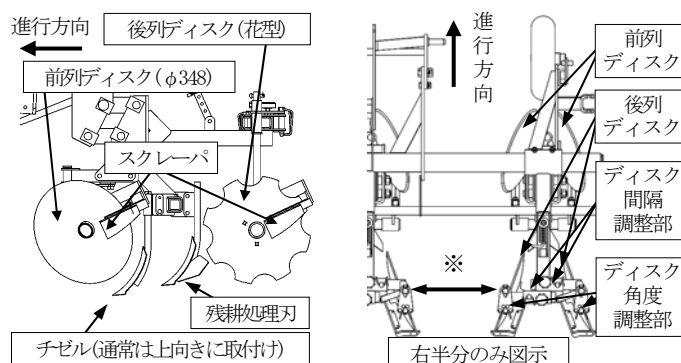
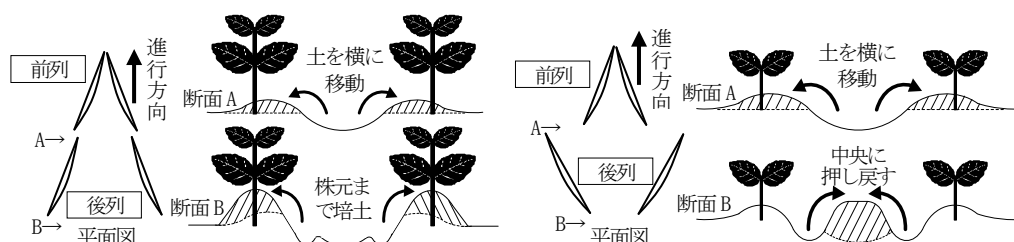

図1 トラクタ用開発機の主要部側面図(左)と平面図(右)
図2 通常仕様(左)と作物生育初期仕様(右)のディスク配列と作業模式図
1. 前後に設けられた2対の凹型ディスクが土壌抵抗により回転し、土を横に反転移動させることにより中耕培土を行います。(対応条間: 60~85cm) (図1)。培土量の変更は、後列ディスクの角度や間隔の調整(図1)等により行い、後列ディスクの取付け角度の変更により、作物が小さい時でも作業できます(図2右)。
2. 土が硬いために耕深が浅い時は、付属のチゼルを下向きにします(図1左)。
3. 作業時には、条間によらず後列ディスクの取付け間隔(図1右の※)が一定となるように調整します。培土量、作業速度、土壌条件に応じ後列ディスクの角度を調節します。